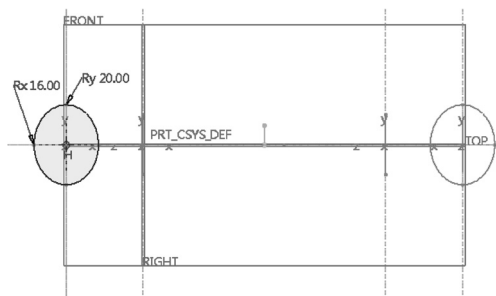

图 4-109 绘制截面 4
13) 在“截面”面板中单击“草绘”按钮，绘制图 4-109 所示的截面 4，单击✔（确定）按钮。